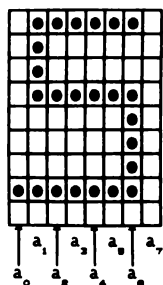

Рис. 3.9 Преобразование символа в фазовый вид
**Фазовый.** Получается с помощью алгоритмического преобразования. Каждая точка печатается два раза, при этом вторая точка немного смещена вправо по отношению к первой. На рис. 3.9 показано преобразование символа в фазовый вид. Как расширенную, так и фазовую печать удобно применять для выделения текста, например заголовка.